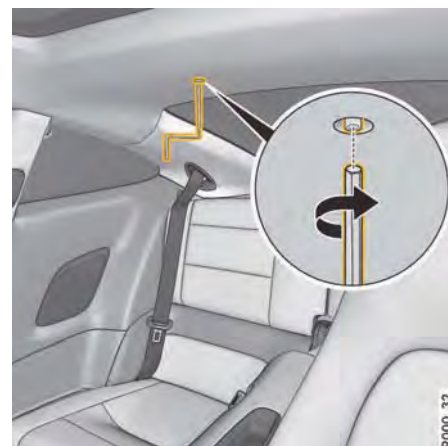

図112: 六角キー・レンチでスライディング/チルティング・ルーフを閉じる
3. 六角キー・レンチを開口部に入るところまで差し込んでください(図112)。
4. 上方向に力を加えながら、スライディング/チルティング・ルーフが完全に閉じるまで六角レンチを時計回りに回してください(図112、矢印)。